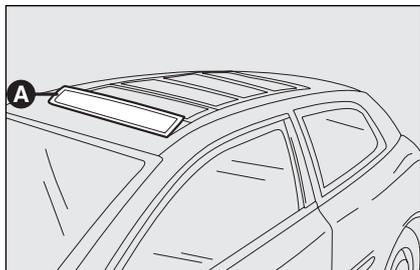

fig. 78
- Premier déclic de la poignée: mouvement de la première lamelle jusqu'à rejoindre la position **A-fig. 78**; le rideau couissant arrive au fil de la deuxième lamelle.